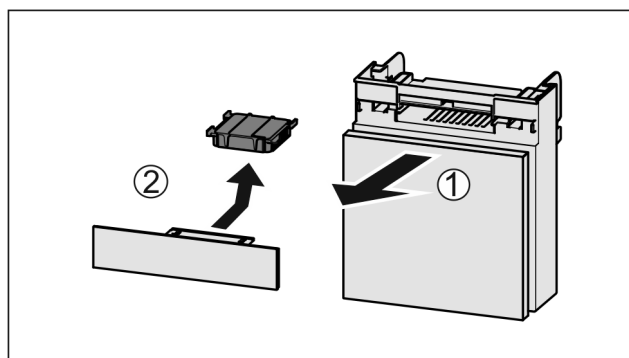

Fig. 175
- Extrageți Fig. 175 (1) compartimentul către înainte.
- Scoateți Fig. 175 (2) filtrul de cărbune activ.